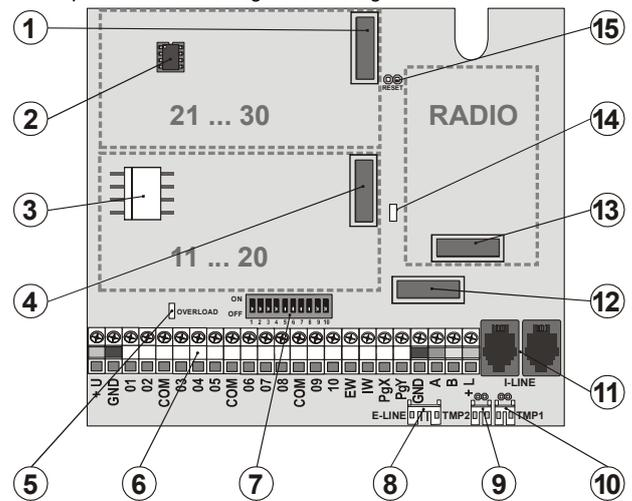

fig. 1 Panneau principal de la centrale
1. Connecteur pour le deuxième module des entrées filaires JA-82C – il est destiné au module des entrées munies d'une adresse L21 à L30. Pour son fonctionnement, il faut toujours raccorder le premier module (fig. 1, position 4).
En cas d'équipement d'un seul module JA-82C (extension à vingt entrées), il faut utiliser la position 4 du module - voir fig. 1.
Le module radio JA-82R est inséré dans la position 13 voir fig. 1. L'antenne pour le module se trouve dans le kit joint et elle est installée par l'insertion dans les rainures sur les côtés du boîtier, voir fig. 9. Cela permet le raccordement entre les connecteurs de l'antenne et les pins sur le module JA-82R. L'insertion du module permet le paramétrage des éléments sans fil dans le système.